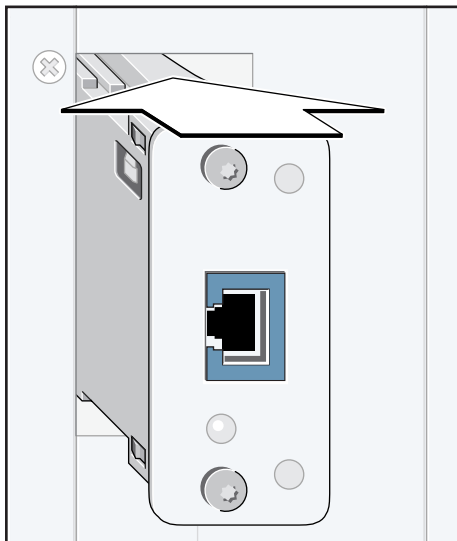

Fig. 2: Esempio: Inserimento del modulo interfaccia
2. Inserire il modulo interfaccia IMenip nello slot predisposto sui componenti del sistema fino alla battuta (esempio in Fig. 2).